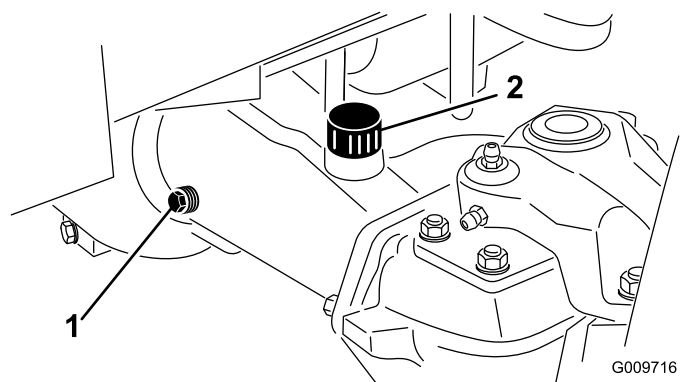

Figura 134
4. Retire los 2 tapones de verificación y el tapón de llenado de la carcasa del eje para facilitar el vaciado del aceite (Figura 134).